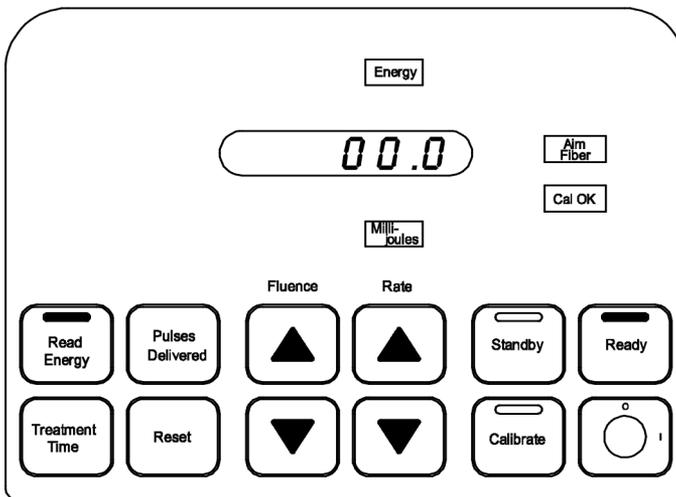

Abbildung 13
11. Das Drücken der Taste **Read Energy** (Energie ablesen) aktiviert die Ablesung der Faserausgangsenergie, die auf dem Anzeigebildschirm sichtbar ist. Zur Ablesung der aus der Faser kommenden Energie die Faser auf dem Kalibrierungsdetektor anvisieren und den Fußschalter drücken. (Abbildung 13)